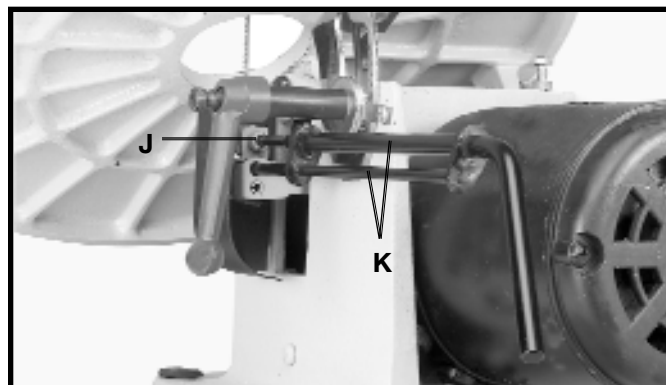

Fig. 25
5. La fig. 25 ilustra la llave que cambia de la lámina del quickset (K) contratada con el montaje más bajo del sostenedor de la lámina. Dé vuelta a la llave a la izquierda para aflojar los higos del tornillo (J). 24 y 25, y quita la lámina de una tirada más baja.